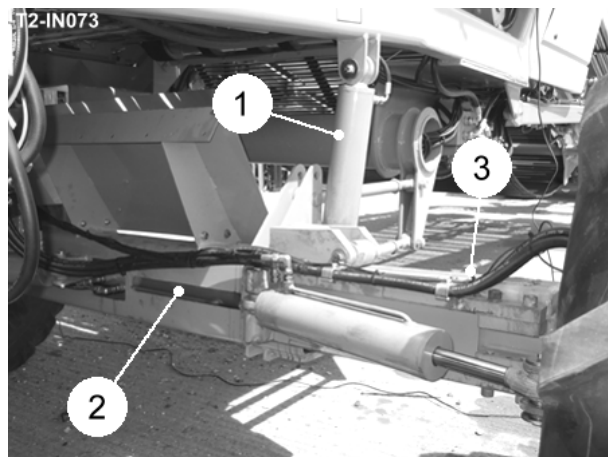

Fig 20
Le moissonneur est équipé avec ou un essieu de la poutre ou un essieu du poteau du but. Sur machines allées avec un essieu de la poutre, la roue RH est déplacée de la place du transport à la place du travail par le béliet de la poursuite (item 2, fig 20) dans la poutre de l'essieu. Sur machines allées avec un essieu du poteau du but, les RH tournent le béliet de la poursuite est monté sur la machine entre les deux poteaux de l'essieu.
Sur machines allées avec un essieu de la poutre, le 'Niveau de la Machine' bouton sur la boîte de l'esclave et entretient l'écran terminal, opère le béliet du nivellement (item 1, fig 20). Sur machines allées avec un essieu du poteau du but, le bouton opère des béliets jumeaux au fond de chaque poteau de l'essieu sur les deux côtés de la machine. Le nivellement automatique facultatif peut être allé maintenir le côté-à-côté 'horizon' niveau lorsque opérer sur terre ondulée. Le nivellement automatique est activé en phase terminale par le bouton sur le service.
Prévenir la corrosion et réduire friction, la RH essieu poutre (item 3, fig 20) devrait être lubrifiée utiliser de l'huile de la cire régulièrement.